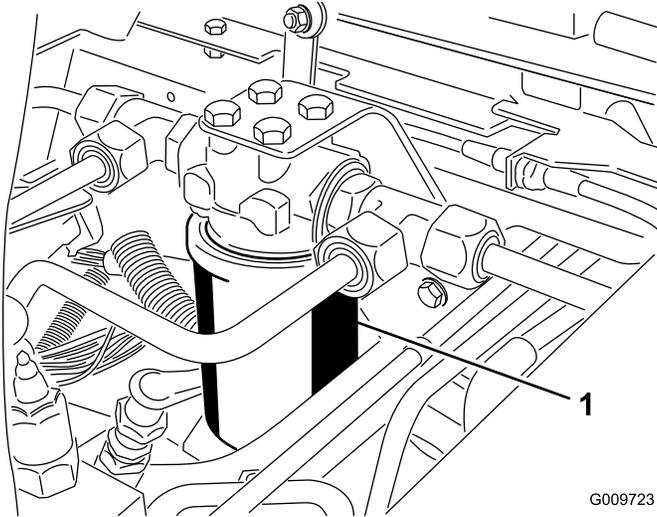
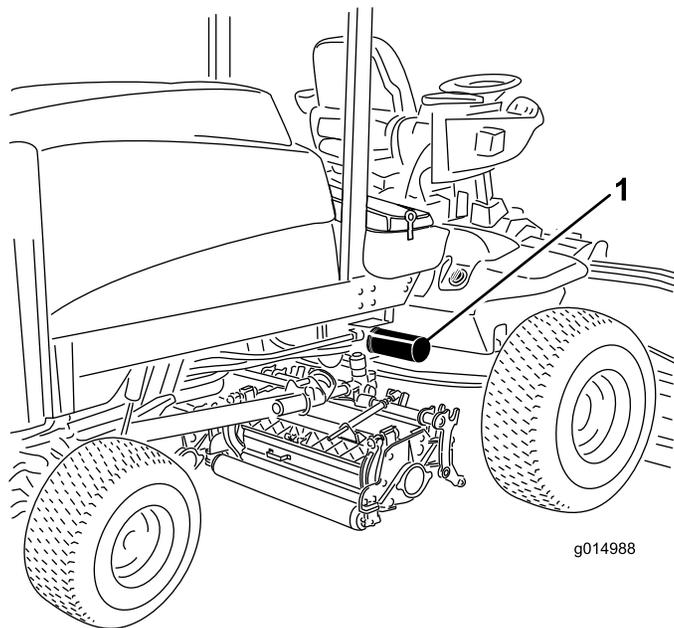

Figura 81
Figura 82
2. Limpie la zona de montaje del filtro. Coloque un recipiente debajo del filtro y retire el filtro (Figura 81 y Figura 82).